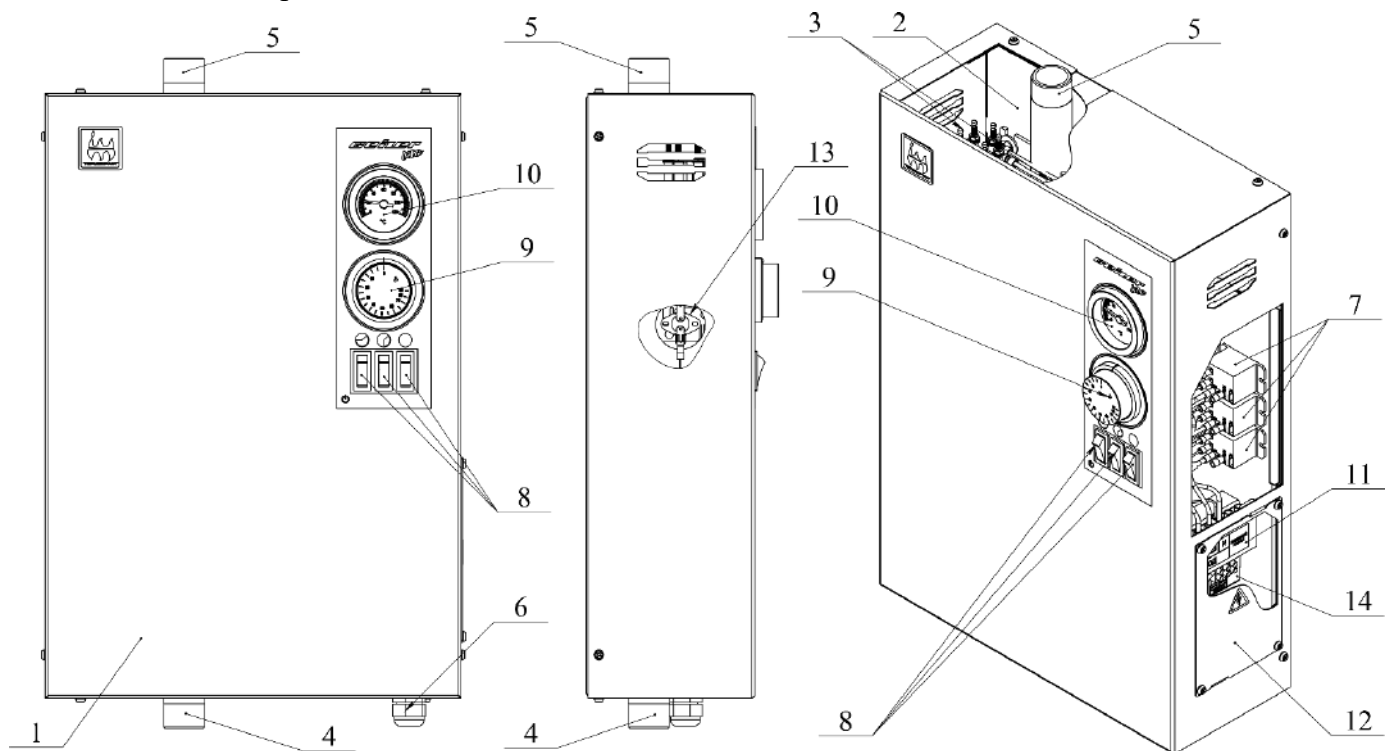
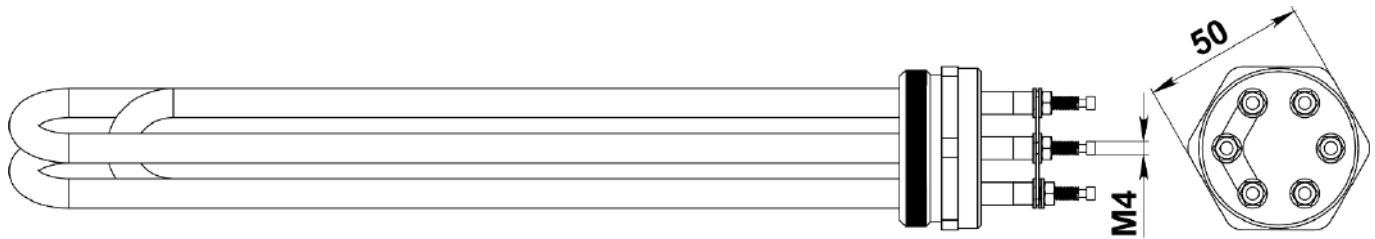

Рис. 2 Устройство водонагревателя
Рис. 3 Блок трубчатых электронагревателей (ТЭНб)
Внутренний корпус электроводонагревателя представляет собой стальной резервуар, обернутый теплоизоляционным материалом, с подающим и обратным патрубками (Рис.2 поз. 4,5), предназначенными для присоединения котла к системе отопления.
Сверху к резервуару приварены муфты, куда на резьбе вкручены два блока трубчатых электронагревателей (ТЭНов) (Рис.2 поз. 3). Блок ТЭНов (Рис. 3) предназначены для нагрева теплоносителя в системе отопления. ТЭНБ представляет собой фланец с наружной резьбой, в который
Снаружи корпус котла закрыт декоративным кожухом (Рис. 2 поз. 1). В верхней части внутреннего корпуса котла находится биметаллический термоограничитель (Рис. 2 поз. 13), который отключает нагрев и предотвращает закипание теплоносителя при аварийных ситуациях, связанных с отказом терморегулятора и настроен на температуру 95°С. При остывании термоограничитель возвращается в рабочее положение.
В верхней части электроводонагревателя на панели котла смонтирован блок управления. В нем установлены клавишные выключатели (Рис.2 поз. 8), электромагнитные реле (Рис.2 поз. 7), капиллярный термометр (Рис.2 поз. 10) и терморегулятор (Рис.2 поз. 9), управляющий работой котла.
Отсек монтажной колодки расположен сбоку в нижней части котла. В данном отсеке производится подключение электроводонагревателя к питающей сети. Для подключения к сети не нужно разбирать корпус котла, достаточно снять лючок отсека подключений (Рис. 2 поз. 12).
При включении первого клавишного выключателя (Рис. 2 поз.8) в положение «ВКЛ» подается питание на электромагнитное реле - подключается первая ступень мощности блока ТЭНов (Рис. 2 поз. 3).
В дополнительной колодке предусмотрено подключение циркуляционного насоса (Рис.2 поз. 14). Насос может работать в двух режимах:
- Снять лючок отсека подключений (Рис.2 поз. 12), предварительно выкрутив винты крепления;